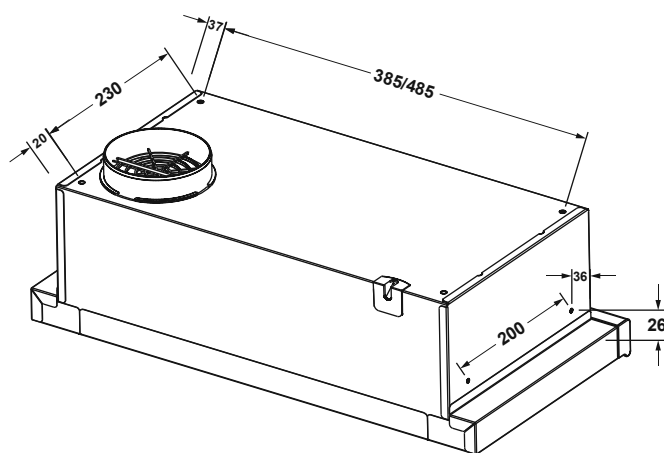

Рис.4
6.5 Кріпити витяжку до шкафчика рекомендовано використовувати 4 саморізи 4,8x13 DIN968 з середини витяжки (саморізи в комплект постачання не входять) (рис.4 / 4.1).